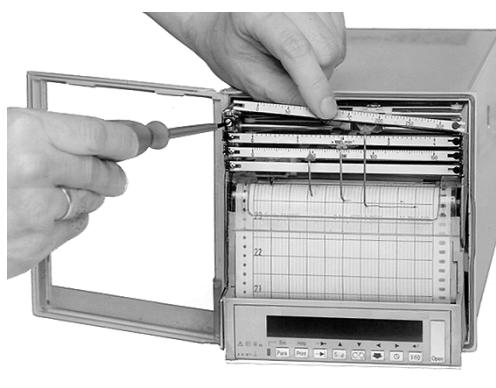

Bild 18 Skalen auswechseln
5. Skalen nach links herausnehmen (siehe Bild 18).